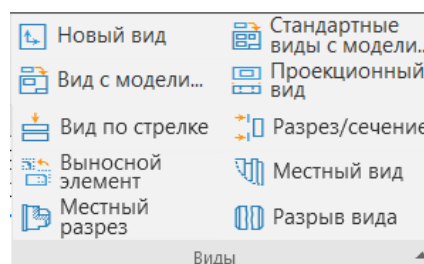

Рис. 3 Панель «Виды «
4.1. Изображения на чертеже (рис. 3).